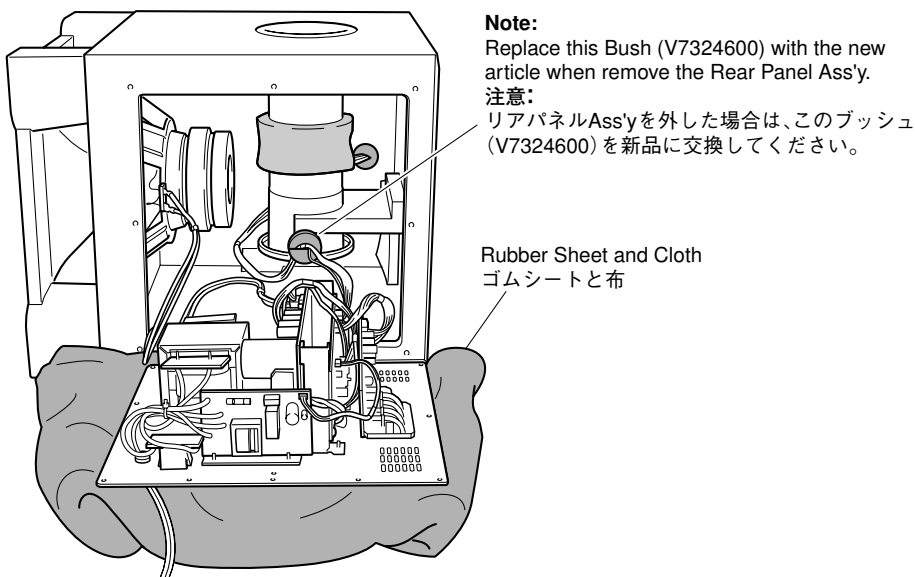

Fig. 4
- Spread cloth first and place the rear panel ass'y on it. (Fig. 4)
- ゴムシートと布を敷き、その上にリアパネルAss'yを置いてチェックします。(Fig. 4)